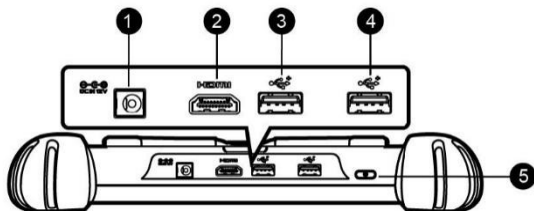

図 2-4 MaxiSys タブレットの上面図
2. ミニ USB (ユニバーサルシリアルバス) ポート (図 2-4 の MaxiSys Tablet の上面図の USB ポートと同時に使用することはできません)